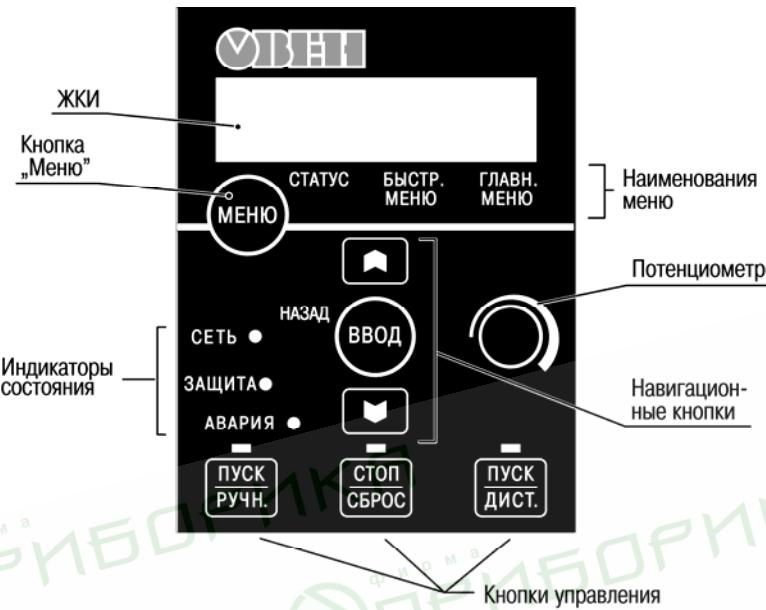
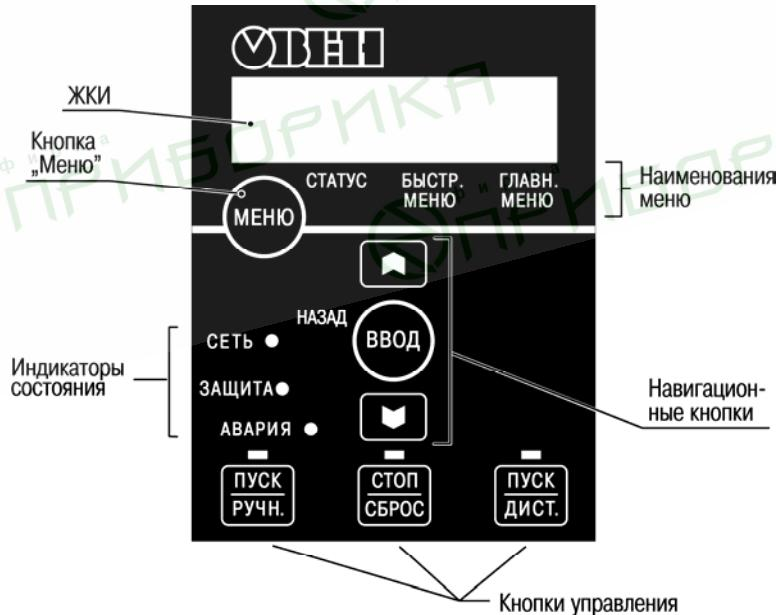

Рисунок 3.1 – ЛПО1 – Локальная панель оператора (с потенциометром)
Рисунок 3.2 – ЛПО2 – Локальная панель оператора (без потенциометра)
- ЛПО1 (с потенциометром), рисунок 3.1
- ЛПО2 (без потенциометра), рисунок 3.2;
ЛПО1 разделена на шесть функциональных зон (см. рисунок 3.1), ЛПО2 (без потенциометра) – на пять функциональных зон (см. рисунок 3.2):